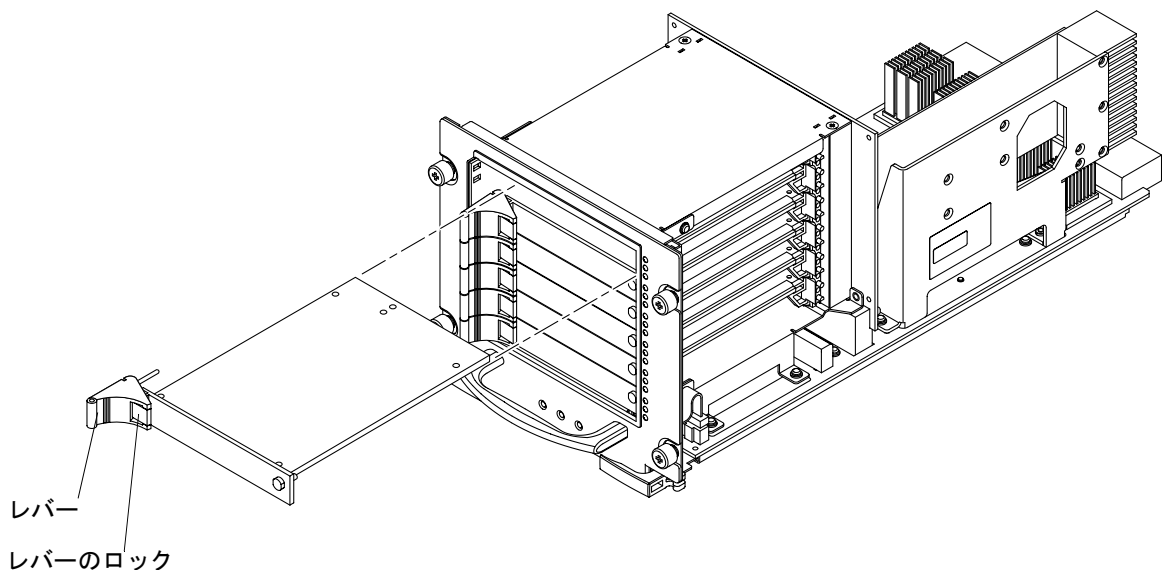

図 10-6 CompactPCI カードの取り外し
6. 赤いレバーのロックをレバーの方にずらし、レバーのロックを解除します (図 10-6)。
3. 赤いレバーのロックをレバーの方にずらし開の位置にして、レバーのロックを解除します (図 10-6)。